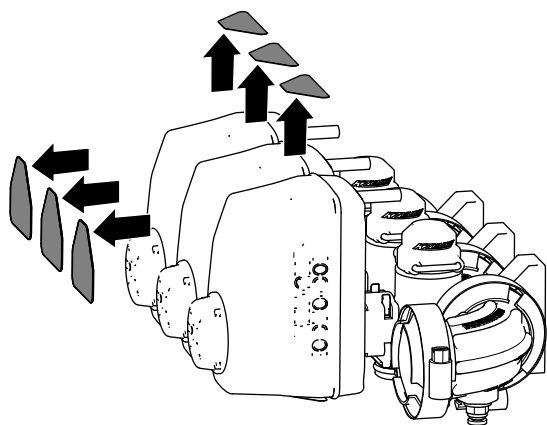

Рисунок 53
4. Снимите 6 наклеек с 3 клапанов секций стрелы (Рисунок 53).